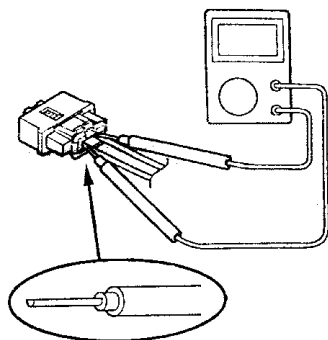

图 11-16 测试导线
1) 当使用电气测试设备时,如图 11-16 所示,将测试仪的探针插入插接器的导线一侧。请不要将测试仪插入插接器的端子一侧,且不要堵塞插接器。